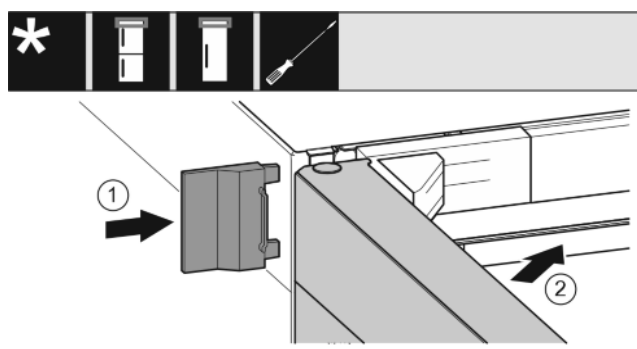

Fig. 19
- ▶ Împingeți apărătoarea exterioară. Fig. 19 (1)
- ▶ Închideți ușa superioară. Fig. 19 (2)